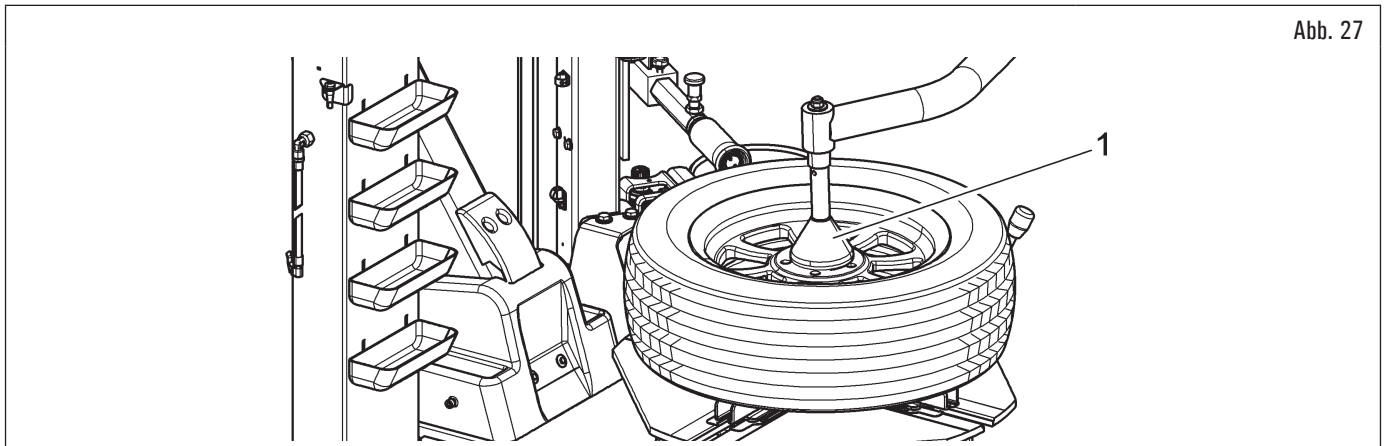

Abb. 27
1. Um das Festklemmen von harten oder flachen Rädern zu erleichtern, kann der Bediener das mit dem Gerät gelieferte (Abb. 27 Pkt. 1) verwenden;
2. setzen Sie das Wulstpresswerkzeug (Abb. 27 Pkt. 1) in die Mitte der Felge und senken Sie die Felge ab, bis die Backen die Felge fixieren können.